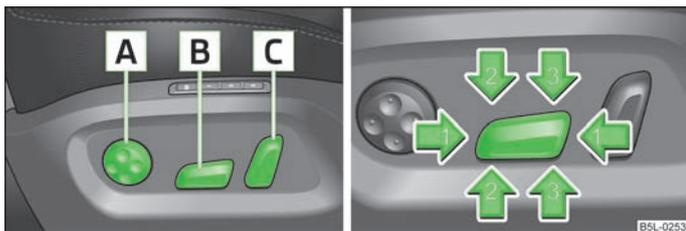

Fig. 43 Vue latérale : organes de commande pour le réglage du siège/commutateur pour le réglage du siège
- Poussez le commutateur **B** » fig. 43 vers l'avant ou vers l'arrière dans le sens de la flèche 1.